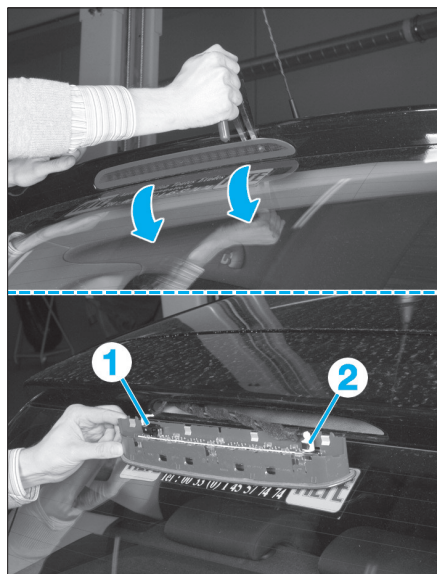

FIG. 102
- A l'aide d'un levier en plastique, dégrafer le 3^e feu stop (Fig.102).
- Débrancher le connecteur (1) puis déverrouiller le tuyau du gicleur du lave-vitre.